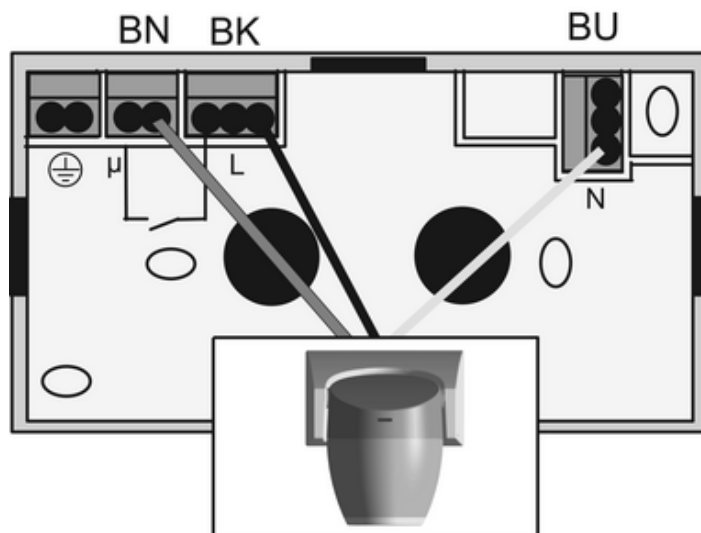

Figure 16: Supports des bornes enfichables
- Insérer les bornes enfichables pour la fixation dans les supports du boîtier de raccordement (figure 16).